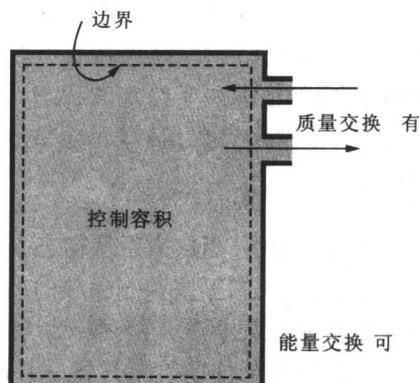

图 1-2 开口系统
**开口系统：**热力系和外界有物质交换的系统，简称开口系。这时，有物质流入或流出热力系，系统内的质量可以变化，但这种变化能够规划在一定的空间范围内，这时，我们的注意力集中到物质流入和流出空间的一个容积，这样的容积叫作控制容积，或称控制体，如图 1-2 所示。相应地，控制质量和控制容积与外界的分界面也可称为控制面。